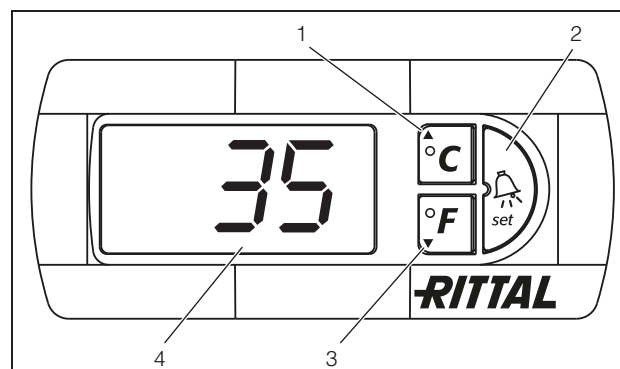

Bild 35: e-Comfort controller
Kylaggregatet arbetar automatiskt, d.v.s. när strömförsörjningen har kopplats in arbetar förångarfläkten kontinuerligt (se bild 3, sidan 5) och cirkulerar skåpets innerluft. Kompressorer och kondensorfläktar regleras med e-Comfort controllern. e-Comfort controllern har en 7-segmentsdisplay (bild 35, nr. 4). Efter att strömförsörjningen kopplats in visas den aktuella mjukvaruversionen och det aktiverade Eco-mode under de första 2 sekunderna. Därefter förinställda tillval (t.ex. t10) eller temperaturen.
Programmering av apparaten görs via knapparna 1 – 3 (bild 35). Parametrarna för detta visas likaså på displayen.
- Tryck samtidigt på knapparna 1 och 2 (bild 35) i minst 5 sekunder.
Med knapparna 1, 2 och 3 (bild 35) kan du ändra 24 parametrar inom angivna områden (minimivärde, maximivärde).